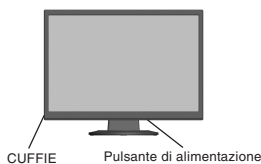

Figura C.1
3. Collegare il mini D-SUB a 15 pin del cavo segnali video e il cavo Audio al connettore appropriato sulla parte posteriore del monitor (Figura B.1). Collegare le cuffie (non incluse) al connettore appropriato sulla sinistra del monitor (Figura C.1).
5. Accendere il monitor con il pulsante di alimentazione inferiore e il computer (Figura C.1).